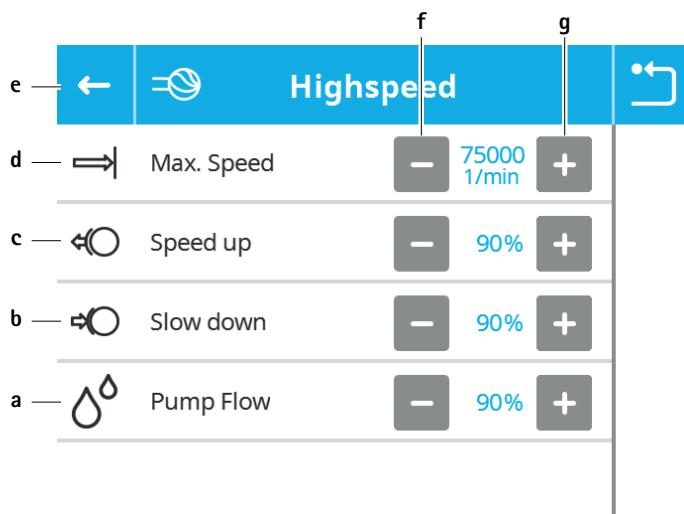

Рис. 10 Настройки мотора – выбранный тип рабочего элемента
- Открывается подменю выбранного типа рабочего элемента, см. Рис. 10.